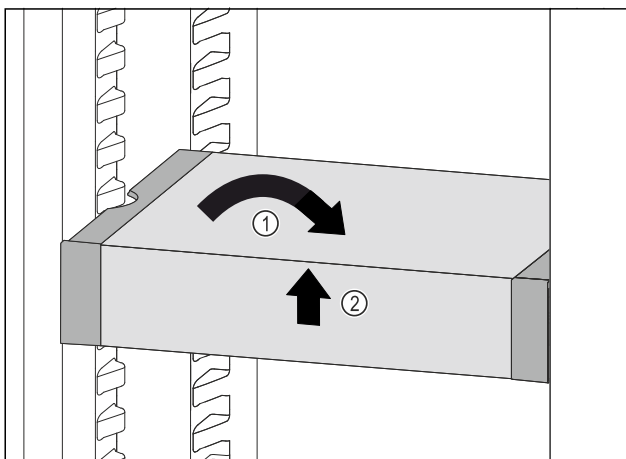

Fig. 143
- Állítsa egyenesbe a VarioSafe fiókot. Fig. 143 (1)
- Elöl emelje meg a VarioSafe fiókot. Fig. 143 (2)